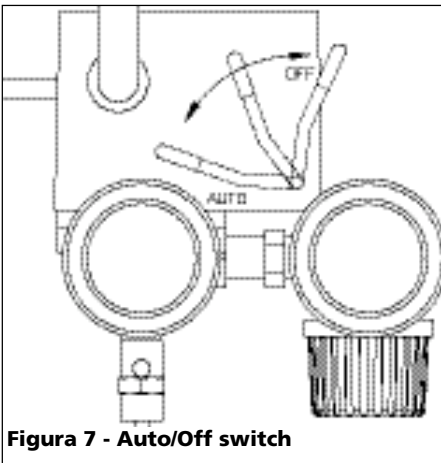

Figura 7 - Auto/Off switch
- **Presostato** - Automático (Figura 7) - En la posición **AUTO** el compresor se apaga automáticamente cuando la presión del tanque alcanza el nivel máximo fijado en la fábrica. En la posición **OFF**, el compresor no funcionará. El presostato debe colocarse en **OFF** para conectar o desconectar el cordón eléctrico del tomacorrientes o para cambiar la herramienta neumática.